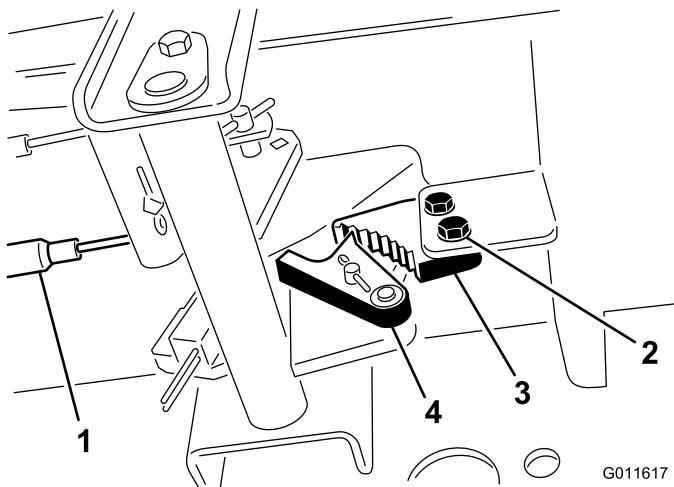

Figure 53
1. Desserrez les 2 vis qui fixent le cliquet du frein de stationnement au châssis (Figure 53).
2. Appuyez sur l'avant de la pédale du frein de stationnement jusqu'à ce que le verrou s'engage complètement sur le cliquet du frein (Figure 53).